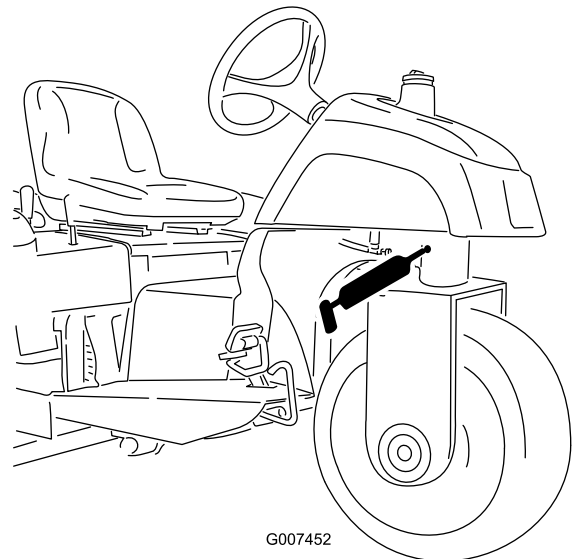

Bild 22
- 1 Lenkungsdrehlager (Bild 22).